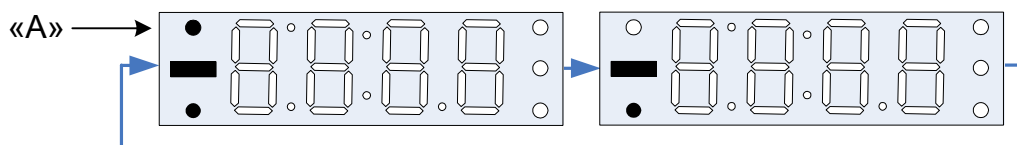

Рис. 26
2.6.3.2 Включить питание РО (см. пункт 2.6.2.1). При наличии устойчивой радиосвязи между радиоприёмником оператора и сигнализатором индикатор РО периодически засвечивается зелёным цветом, а на индикаторе блока БПР периодически засвечивается точка «А», как показано на Рис.26